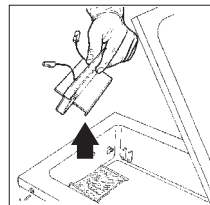

Fig. 2
- Extraire la barre de soudure avec les câbles (Fig. 2).